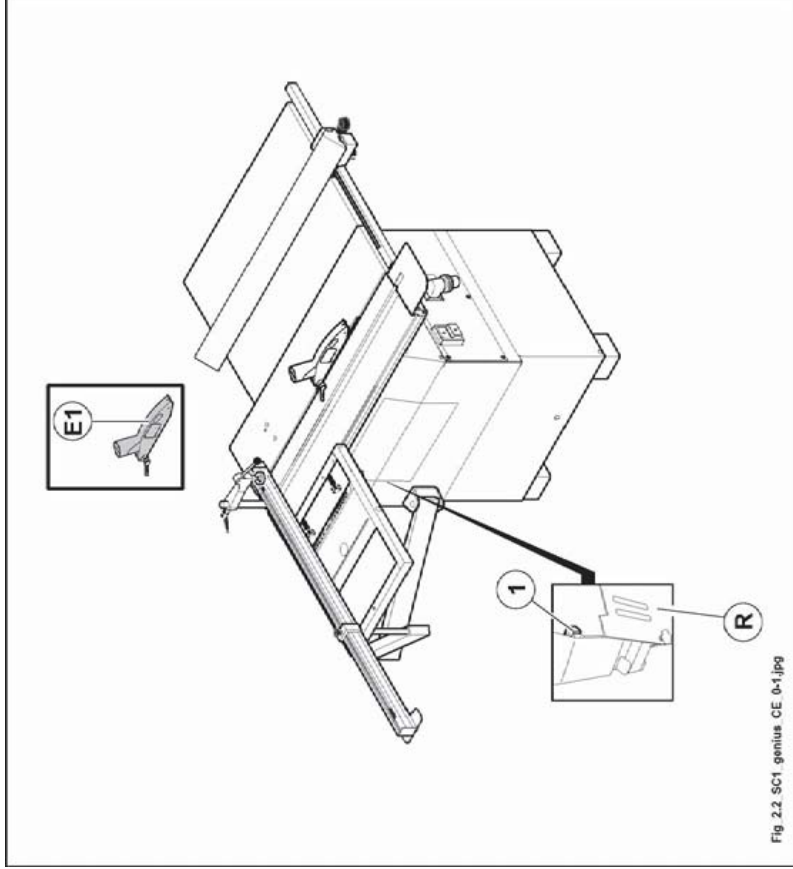

Abb. 2.2
2.2 Anordnung und Beschreibung den Sicherheitsvorrichtungen (Abb. 2.2) 2
2.2 ANORDNUNG UND BESCHREIBUNG DEN SICHERHEITSVORRICHTUNGEN (ABB. 2.2)